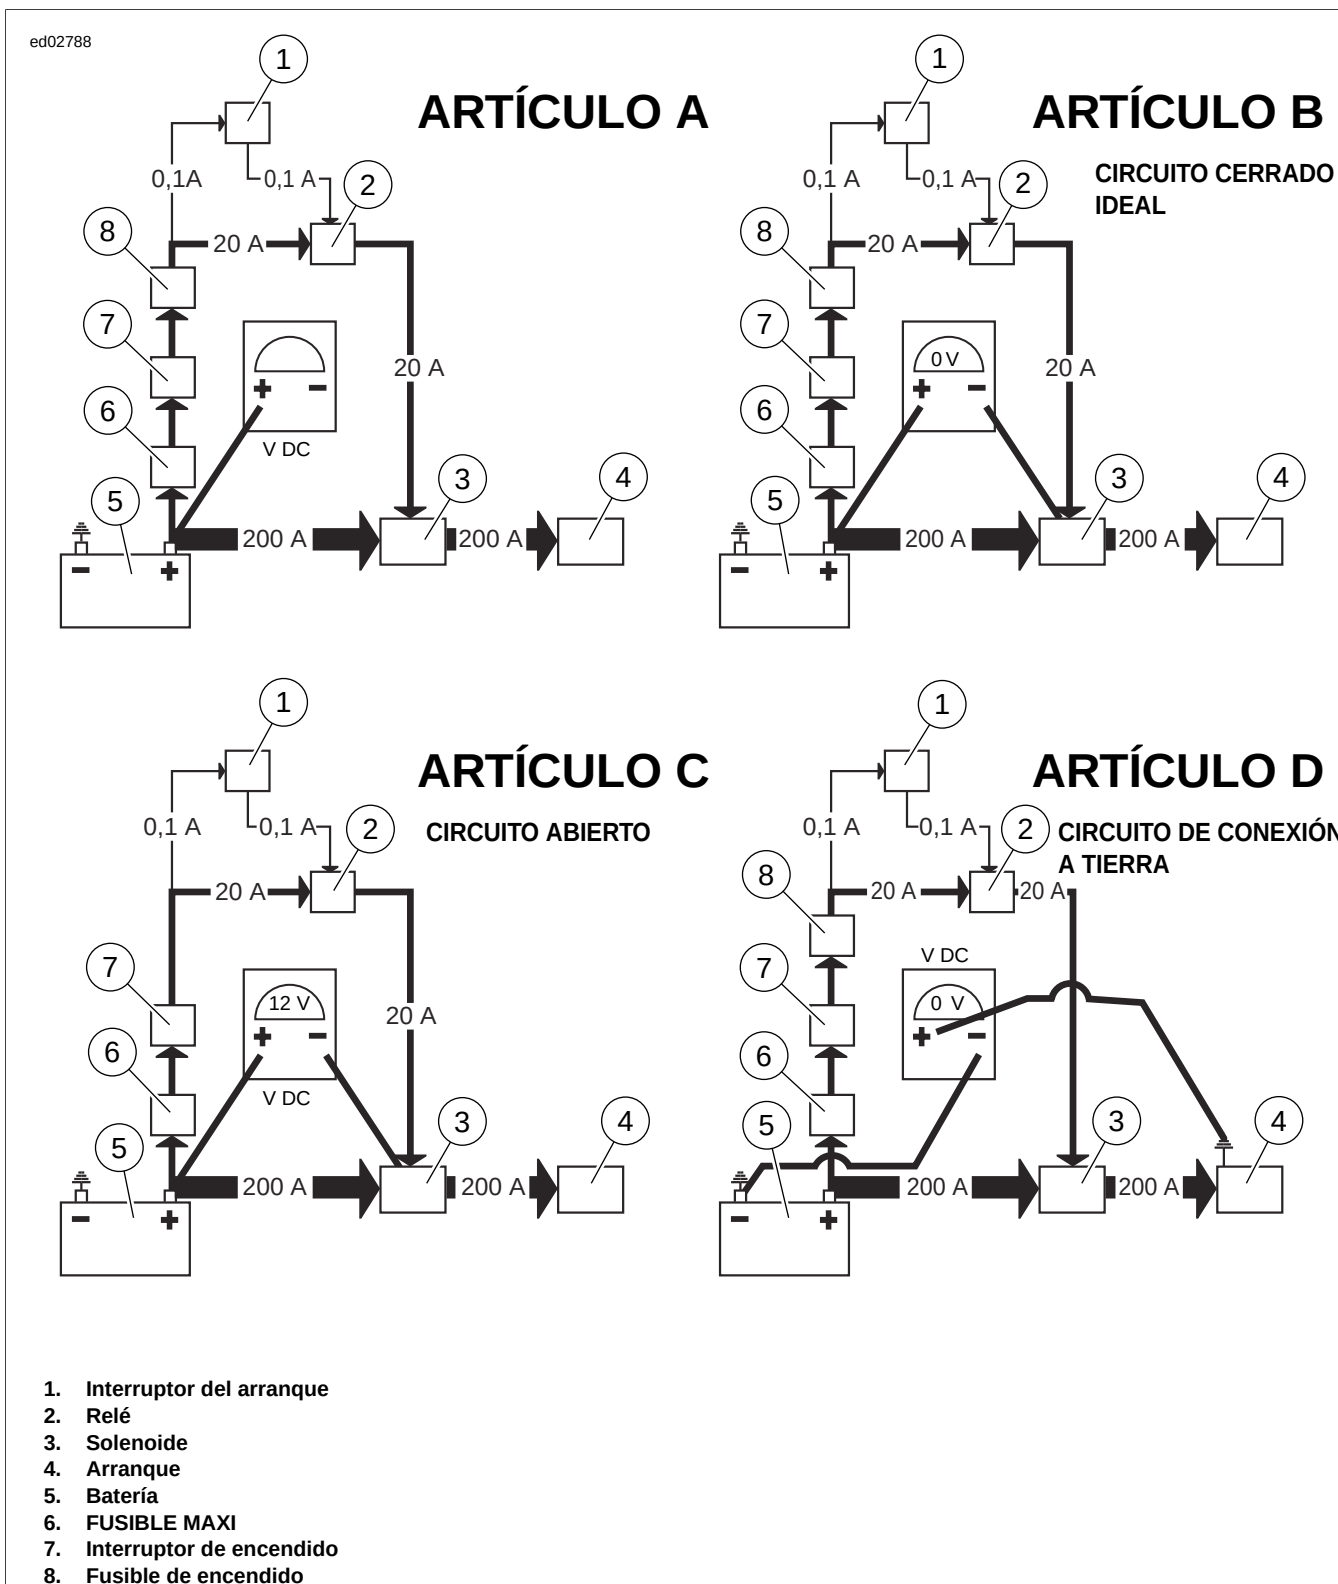

Figura 1-3. Circuito típico. Vea los diagramas de cableado para obtener más información
1. Vea el artículo A en Figura 1-3. Conecte un cable conductor rojo a la parte más positiva del circuito. En este caso sería el borne positivo de la batería (5).
2. Vea el artículo B en Figura 1-3. Conecte el cable conductor negro del medidor al destino o componente final del circuito (terminal del solenoide del relé).
4. Vea el artículo C en Figura 1-3. Un circuito abierto deberá tener una lectura de 12 V, mostrando toda la caída de voltaje y la diferencia total de potencial visualizada en el voltímetro.
6. Vea el artículo D en Figura 1-3. El circuito negativo o a tierra también puede comprobarse.